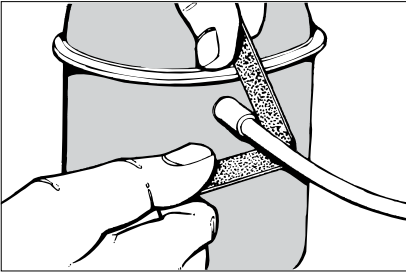

Figura 18
1. Retire todo el óxido y la pintura con una lija de acuerdo a la *figura 18*: